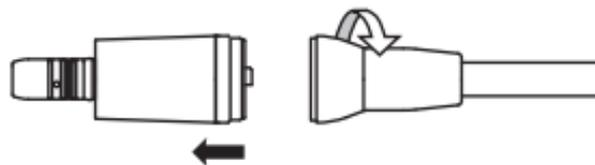

Figure 8.
- 7 Retirez le moteur du cordon du moteur (Figure 8.).